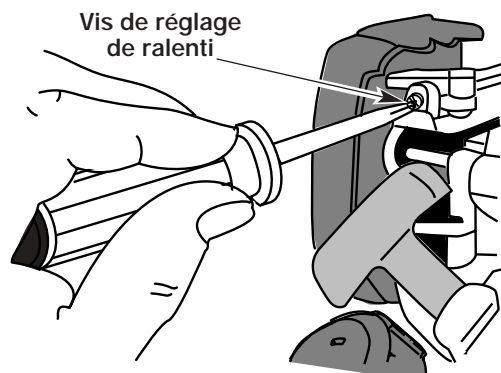

Fig. 23
Le régime ralenti du moteur est réglable par le couvercle du filtre à air/silencieux (Fig. 23).
2. Relâchez le levier d'accélérateur et laissez le moteur au ralenti. Si le moteur s'arrête, insérez un petit tournevis à embout cruciforme ou à tête plate dans le trou du filtre à air/couvercle du silencieux (Fig. 23). **Vissez** la vis de ralenti de 1/8 de tour à la fois (selon le besoin) jusqu'à ce que le moteur se mette bien au ralenti.